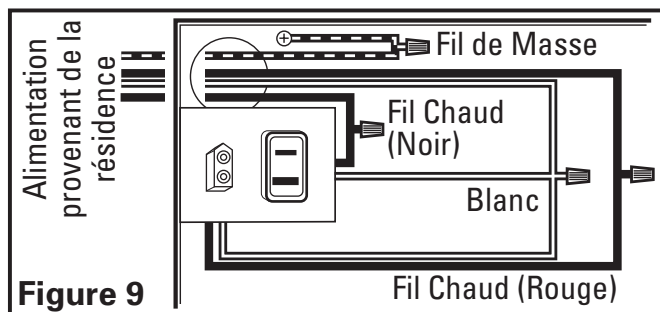

Figure 9
- 2b. Par là où vous avez accès à l'intérieur de la boîte de jonction du ventilateur, raccorder un fil blanc de la maison aux deux fils blancs du réceptacle de la lumière du ventilateur et le fil blanc du réceptacle du ventilateur d'évacuation. Raccorder le premier fil noir provenant du commutateur mural au fil rouge du réceptacle de la lumière. Raccorder le second fil noir provenant de la maison vers le réceptacle du ventilateur d'évacuation. Raccorder le fil de mise à la terre de la maison au fil vert de la vis de mise à la terre du ventilateur (**Figure 9**). Utiliser des méthodes de raccordement approuvées pour toutes les connexions.